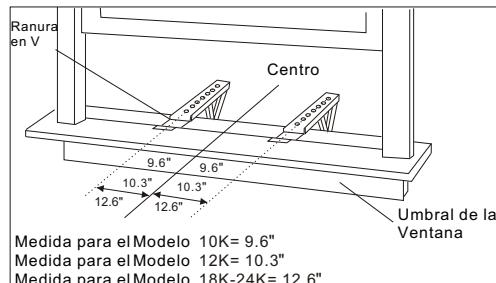

Fig. 6
B. Mida el ancho del interior del umbral de la ventana y defina el centro, tal como se indica en la Fig. 6. Alinee la ranura en V de cada soporte ensamblado sobre estas marcas y Monte los soportes al umbral con los tornillos de 3/4" proporcionados. Los soportes deberán quedar perpendiculares al umbral interno de la ventana. Vea la (Fig. 6).